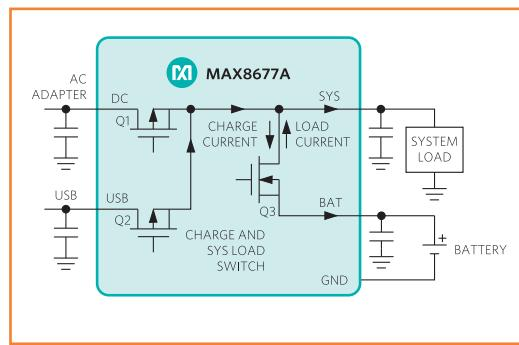

Bild 2.
Der MAX8677A ist äußerst flexibel einsetzbar, er ist mit einem so genannten „Smart Power Selector“ ausgestattet (**Bild 2**). So nennt der Hersteller einen dreifachen internen Schalter, der die Lade- und Entladeströme in die notwendigen Richtungen lenkt. Das IC kann die verfügbare Leistung so verteilen, dass der Akku optimal geladen wird, auch während das Gerät in Betrieb ist. Falls der Strombedarf des Geräts den Strom des Netzteils übersteigt, schaltet das IC den Akku hilfsweise zu. Solange das Gerät nicht am Stromnetz angeschlossen ist, wird es allein aus dem Akku versorgt. Der MAX8677A kann den Strom einem USB-Port entnehmen (Anschlüsse 15 und 16, USB), wobei der Strom auf 500 mA begrenzt ist. Das ist die Obergrenze des Stroms, der über einen USB-2.0-Port fließen kann. Wenn das IC über die Anschlüsse 2 und 3 (DC) an einem Netzteil betrieben wird, ist die Obergrenze bis 2 A einstellbar. Unser Li-Ion-Lader, dessen Schaltung **Bild 3** zeigt, benutzt den Eingang DC, so dass die Stromgrenzen flexibel wählbar sind. Wenn der Eingangsspannungsbereich 4,1...6,6 V überschritten wird, unterbricht der MAX8677A den Eingangsstrom,